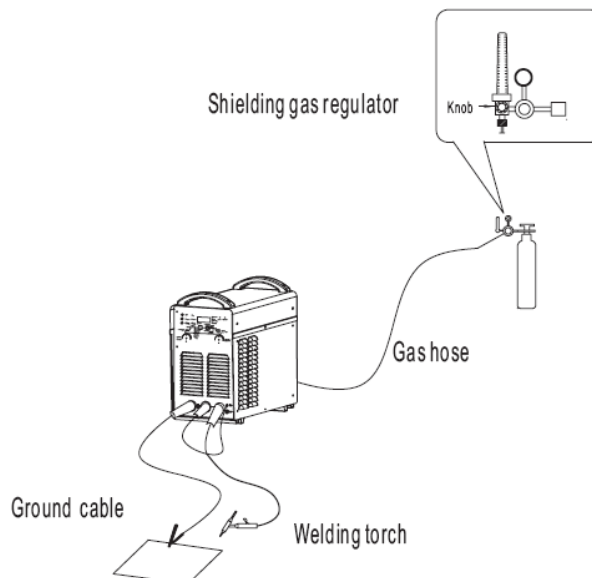

Рис. 4-6-3: Подключение и работа горелки TIG с газовым охлаждением
• Подключение и работа горелки TIG с воздушным охлаждением (Рис. 4-6-3)